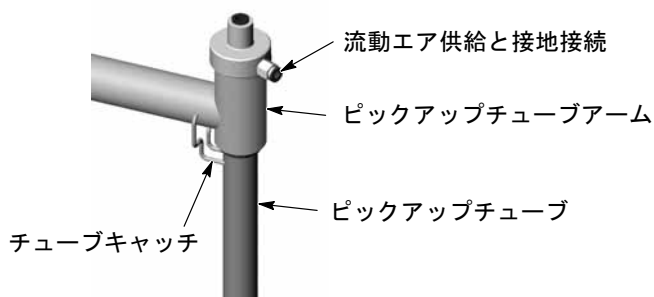

図 4-1 ピックアップチューブブラケットの使用
1. 図 4-1 を参照。 ピックアップチューブを持ち上げ、チューブキャッチをピックアップチューブの終端部に回して、アームに取り付けます。